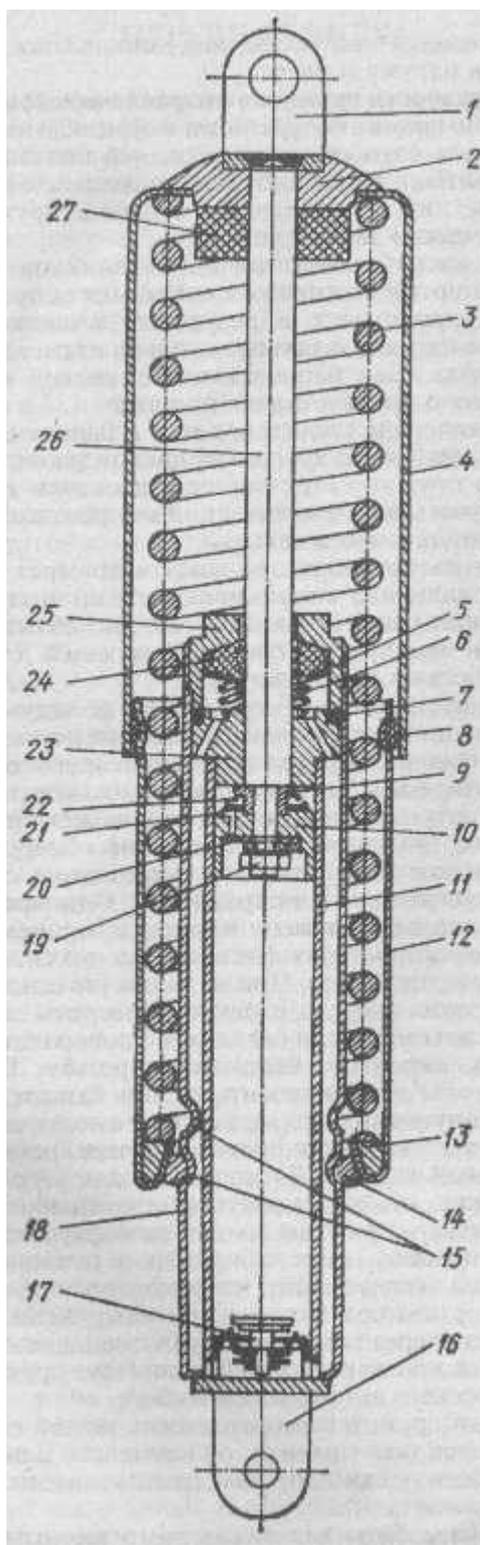

Рис. 69. Разрез пружинного-гидравлического амортизатора задней подвески:
Устройство. Пружинно-гидравлический амортизатор двустороннего действия состоит из гидравлического демпфера и цилиндрической пружины, расположенной вокруг гидравлического демпфера и, заключенной в два металлических кожуха (верхний и нижний) - рис. 69.
2. Приложив усилие к нижнему кожуху, сжать пружину и вынуть освободившиеся сухари (см. рис. 69).
Утечка из амортизатора жидкости через резьбу гайки 25 сальника гидравлического цилиндра или через лабиринтный сальник 24 (см. рис. 69) является основной неисправностью, вызывающей стуки в гидравлическом амортизаторе.